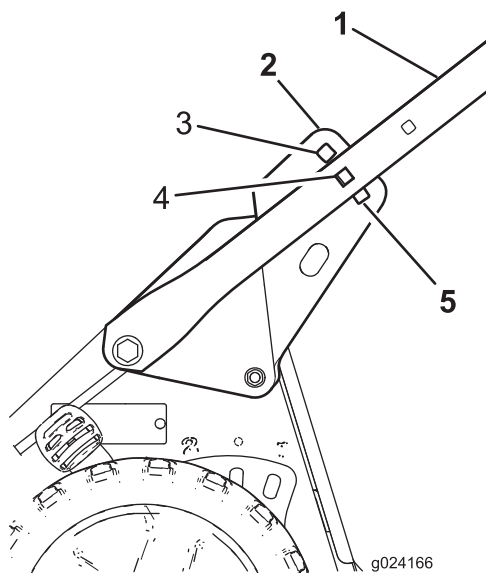

Bild 5
5. Stellen Sie sich hinter die Maschine in die Bedienposition, um die für Sie komfortabelste Holmhöhe zu ermitteln (Bild 5).